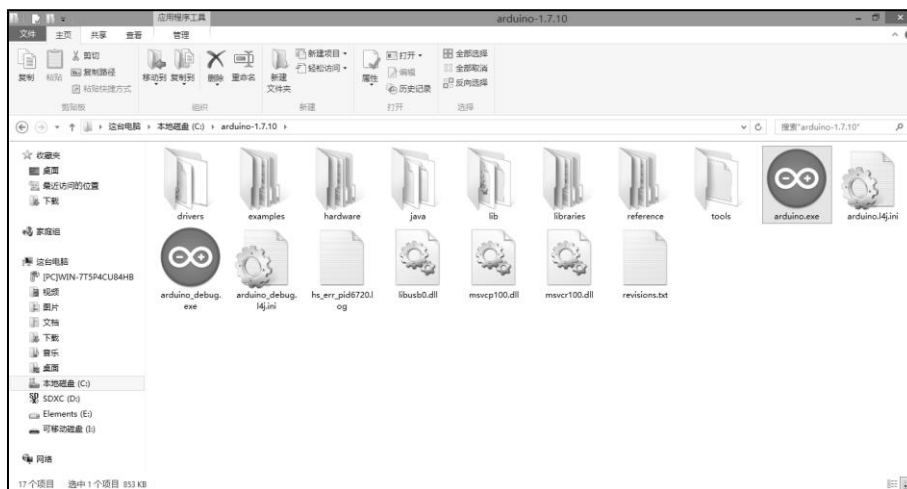

图 1-9 解压完成后的 Arduino 目录
(2) 解压完成后，打开文件目录“C:\arduino-1.7.10\”，可以看见如图 1-9 所示目录。